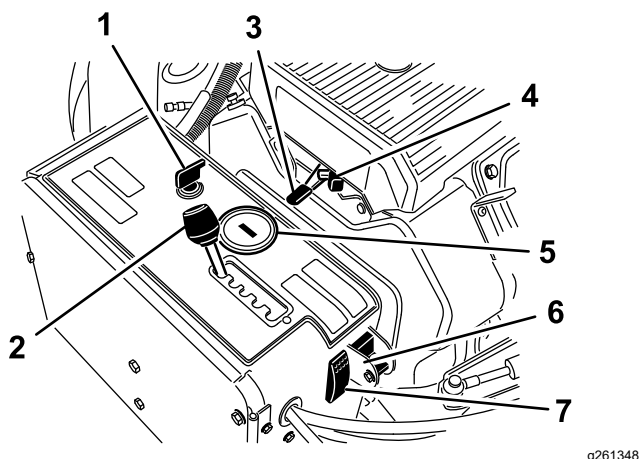

Figura 14
El interruptor de encendido (Figura 14) se utiliza para arrancar y parar el motor. El interruptor tiene 3 posiciones:
Mueva la palanca de espaciado de aireación (Figura 14) a la posición de espaciado deseada, o a la posición T para el transporte.
Utilice la palanca del acelerador (Figura 14) para controlar la velocidad del motor. Mueva el acelerador hacia adelante para aumentar la velocidad del motor
- Cuando el motor se apaga, el horímetro/taquímetro (Figura 14) muestra el número de horas de funcionamiento del motor.
Utilice el estárter para arrancar un motor frío (Figura 14).
Baje el interruptor para desactivar la función TrueCore (Figura 14). Retire el perno para tener acceso al interruptor de seguimiento manual.
Pulse el interruptor de reinicio del sistema (Figura 14) para elevar el cabezal de perforación si la máquina deja de funcionar (por ejemplo, la máquina se queda sin combustible).